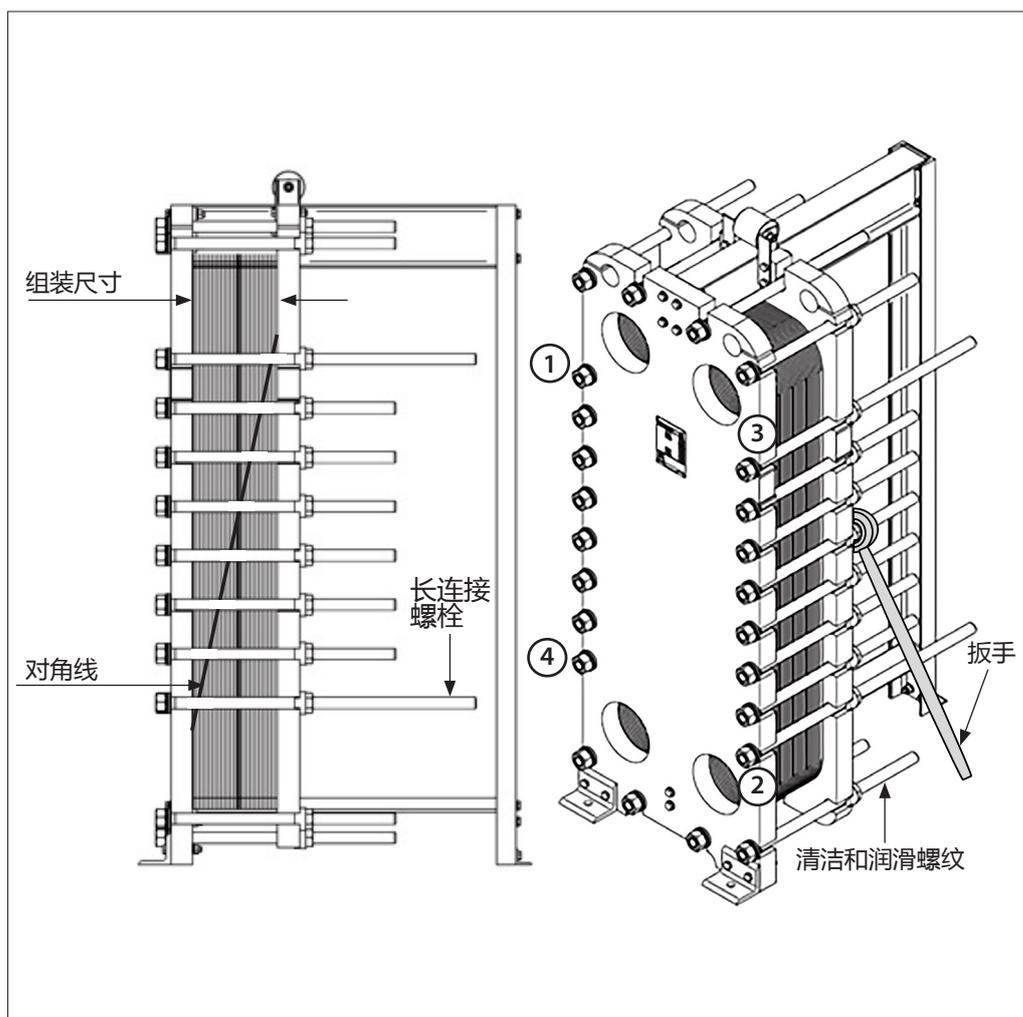

图 14. 关闭板式热交换器。注意: 组装尺寸切勿小于最小组装尺寸 (参见铭牌)
- 按照序号 1, 2, 3, 4 (图 14) 均匀安装并紧固长连接螺栓, 直到感觉到有阻力, 即后端板应具有一个平行关闭动作